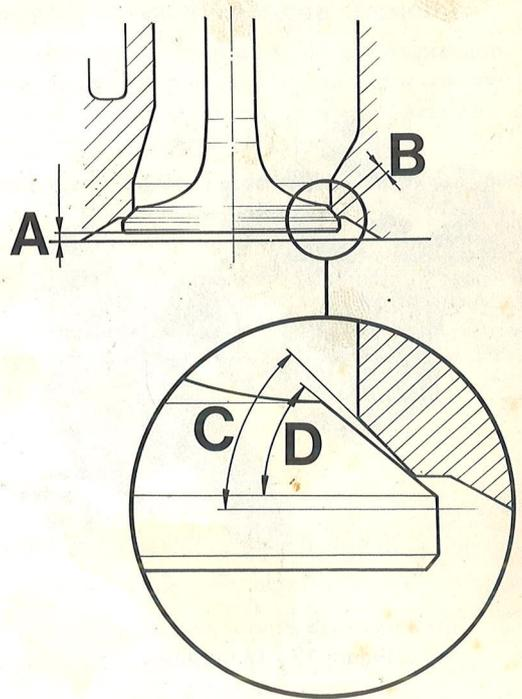

Figure 12. Cotes de rectification des soupapes et sièges de soupapes:
2. Usiner les sièges de soupapes avec un alésoir ou un disque abrasif. Aléser seulement jusqu'à ce que les sièges aient une forme correcte et une bonne surface de contact. L'angle au siège doit être de 45° et la largeur ("B", figure 12) de 1,5 mm. Le réglage de la largeur se fait avec un alésoir ou un disque abrasif de 30 ou 60° .
3. Bien nettoyer les soupapes et les rectifier à la machine. L'angle aux sièges de soupapes doit être de $44,5^\circ$. La surface d'étanchéité doit être rectifiée seulement jusqu'à ce qu'elle devienne "propre". Si, après rectification, il reste moins de 1 mm au bord de la tête de soupape, il faudra jeter la soupape. Il en est de même lorsque les soupapes ont des queues tordues ou lorsque la cote "A", figure 12, dépasse 2,5 mm. Si cette cote est dépassée même avec les nouvelles soupapes, il faudra remplacer la culasse.